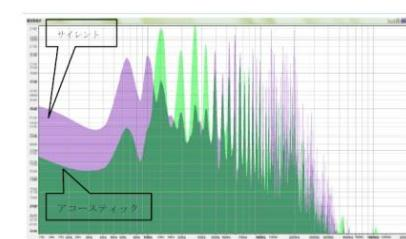

図4 チェロのド (C3) の音比較
➤ 音を周波数として表示し、周波数のスペクトル図を作成（図4）
- 液垂れの解析結果（図4、5、表1）